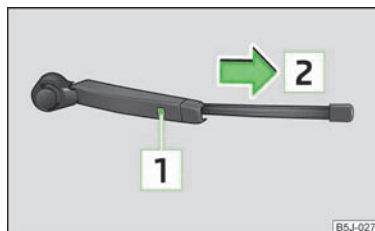

Abb. 33
- › Den Scheibenwischerarm von der Scheibe abklappen und das Scheibenwischerblatt rechtwinklig zum Wischerarm stellen » Abb. 33.